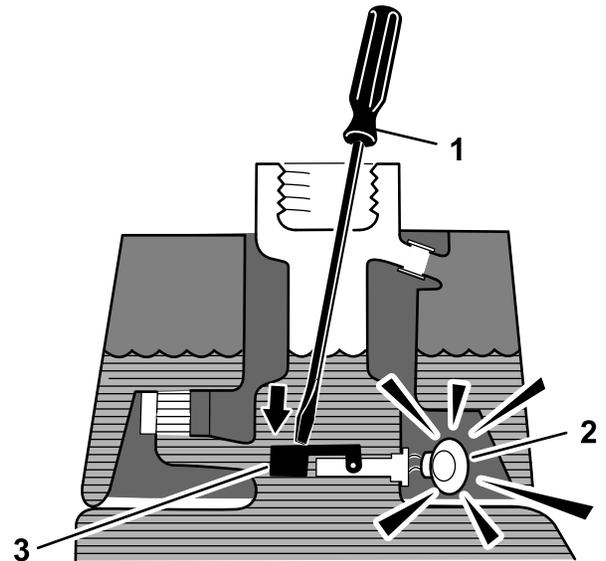

图46
3. 将干净的支杆或螺丝刀插入油箱颈然后轻轻地向下推至浮动开关上图46经过 1 秒钟的延迟后警报应响起。